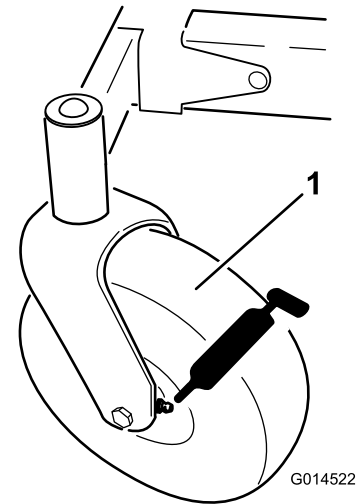
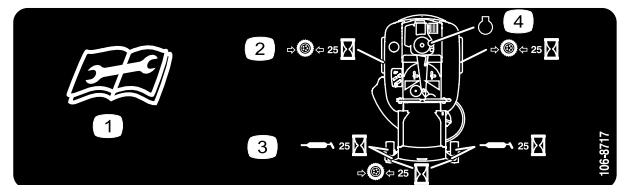

Figure 27
Figure 28
3. Nettoyez les graisseurs (Figure 27 et Figure 28) à l'aide d'un chiffon. Grattez la peinture qui pourrait se trouver sur l'avant des graisseurs.
4. Raccordez une pompe à graisse à chaque graisseur (Figure 27 et Figure 28). Injectez de